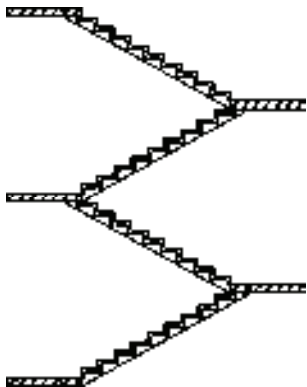

图 12-54 打开素材
1) 按〈Ctrl+O〉组合键，打开配套光盘提供的“第 12 章/12.3.2 参数栏杆.dwg”素材文件，如图 12-54 所示。